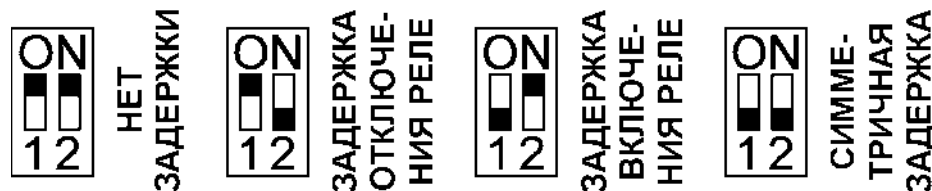

Рис. 3. Внутренние переключатели датчика.
Задержка между появлением (пропаданием) сигнала и переключением контактов реле задается регулятором «Время» и состоянием переключателей 1 и 2. Если необходима только задержка включения или задержка выключения, то размыкается один из переключателей, при необходимости симметричной задержки – оба. Состояние переключателей показано на рис. 3.
5. Установить переключатели времени задержки в положение «Нет задержки» (рис. 3).
10. Установить переключатели времени задержки в соответствие с рис. 3. Регулятором «Время» следует установить задержку на переключение контактов реле.